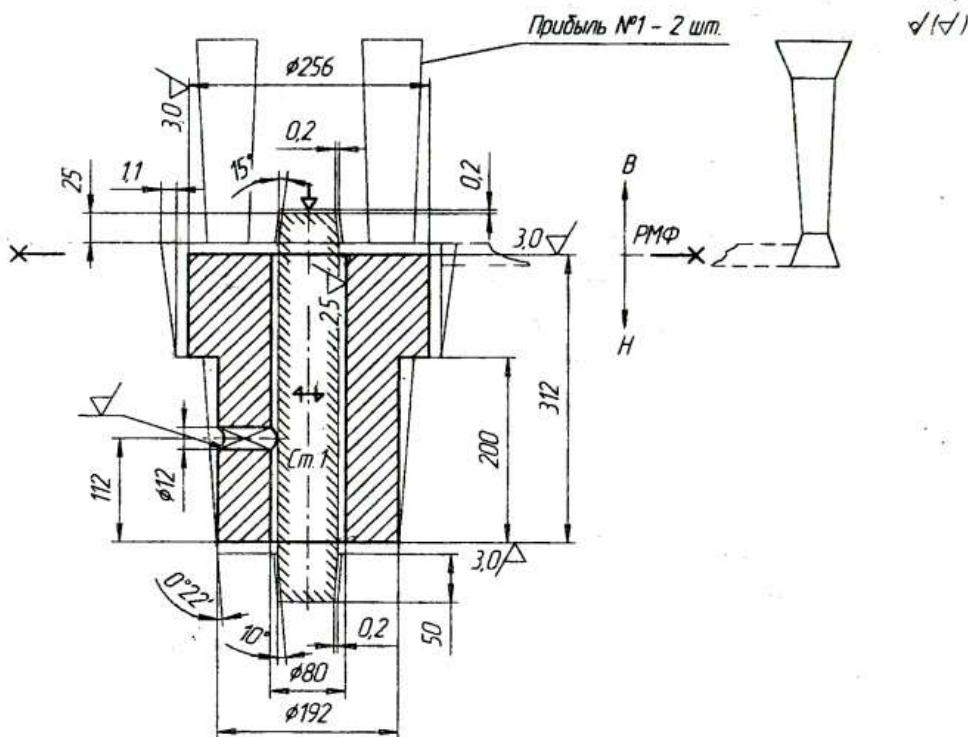
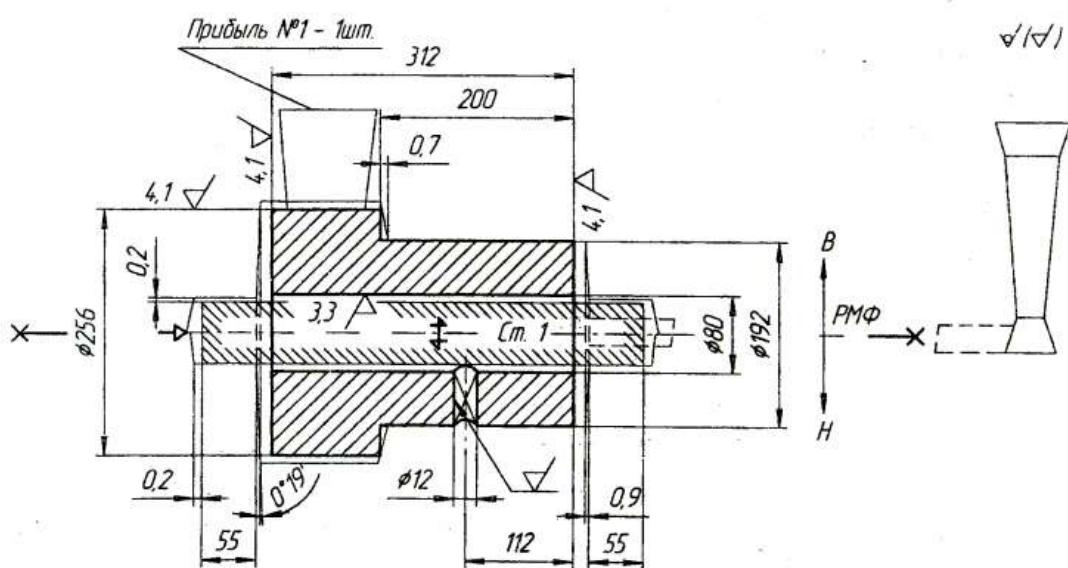

Рисунок 2 – Втулка. Модельно-литейные указания.
Рисунок 3 – Втулка. Модельно-литейные указания.
Для рассматриваемого примера предпочтительно вертикальное положение отливки с размещением в нижней части формы (рис. 2). Вариант горизонтального расположения с плоскостью разъема по оси отливки представлен на рисунке 3. В последующих разделах данного примера этот вариант рассматривается только в учебных целях.
- по номинальным размерам обрабатываемых элементов и классу точности отливки назначают допуски (см. табл. Г.1). Допуски размеров отливки, образованные одной полуформой, устанавливают на 1-2 класса точнее заданного. Так как при вертикальном расположении отливки размеры образованы одной полуформой (рис. 2), на все размеры назначается 8-й класс точности. При горизонтальном расположении (рис. 3) все размеры отливки образуются двумя полуформами, при этом класс точности не изменяется и для всех размеров равен 9;
4 Контуры стержня со стержневыми знаками обозначают тонкими линиями и штриховкой у контура, а также буквами «Ст.» с указанием порядкового номера. На изображении стержня указывают разъем стержневого ящика знаком  $\leftrightarrow$  и направление его набивки стержневой смесью  $\rightarrow$ . Обратите внимание на различие в конструкции стержневых знаков: конусные знаки – у вертикального стержня (рис. 2) и цилиндрические знаки – у горизонтального (рис. 3). Между литейной формой и стержневыми знаками предусматривают технологические зазоры (рис. 2 и 3). Величина зазоров при выполнении задания принимается равной 0,2 мм.
Длина стержневого знака определяется исходя из диаметра и длины стержня (см. табл. Г.4) и при горизонтальном расположении литейной формы равна 55 мм. При вертикальном расположении литейной формы сначала определяют высоту нижнего знака (см. табл. Г.5). Высота нижнего знака для рассматриваемого примера (рис.2) равна 50 мм. Высоту верхнего знака принимают равной половине нижнего – 25 мм. Уклоны знаковых частей для вертикального стержня принимают равными для нижнего стержня  $10^\circ$ , для верхнего -  $15^\circ$ .
Данный раздел выполненного задания должен содержать чертеж модельно-литейных указаний (рис. 2 или 3), таблицы значений припусков, размеров отливки (табл. 3 или 4) и формовочных уклонов (табл. 5 или 6).